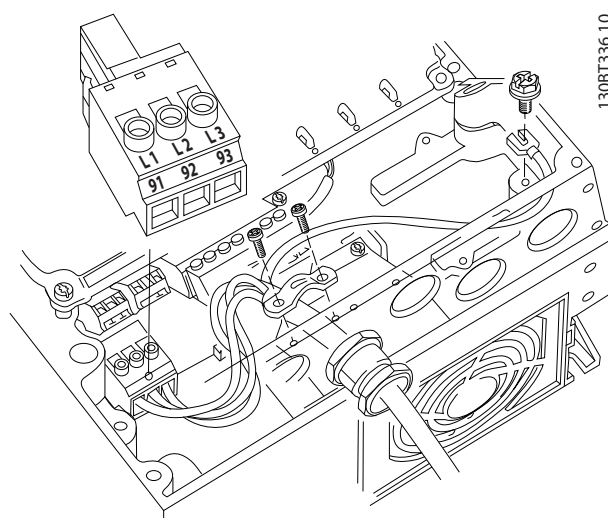

Bild 2.18 Anslutning till nätet (växelström)
- Anslut 3-fas växelströmkablar till plint L1, L2 och L3 (se Bild 2.18).